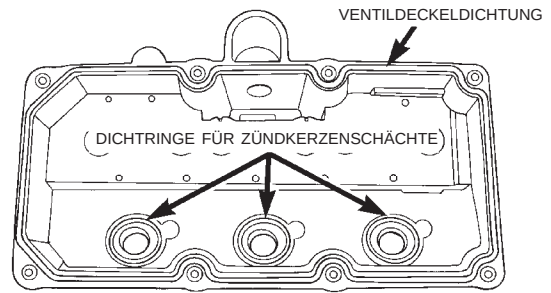
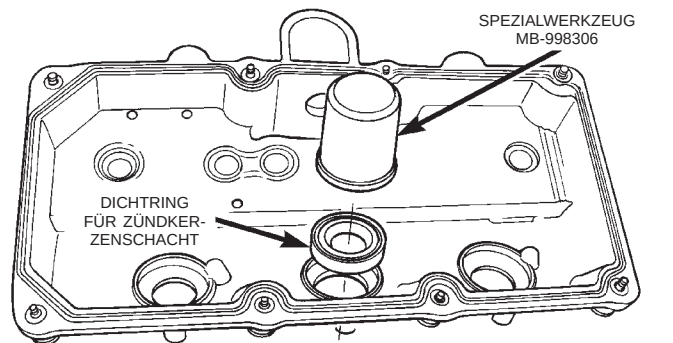

Abb. 35 Ventildeckeldichtung und Dichtringe für Zündkerzenschächte
Abb. 36 Dichtring für Zündkerzenschacht einbauen
(1) Passflächen an Zylinderkopf und Deckel reinigen. Dichtung und Dichtringe prüfen und nach Bedarf erneuern (Abb. 35).
(2) Dichtringe für Zündkerzenschächte erneuern:
c. Dichtringe mit Spezialwerkzeug MB-998306 einreiben (Abb. 36).